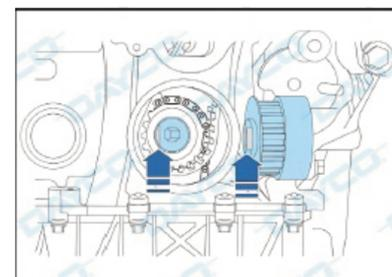

Fig. 1.11
- Monte el piñón y el buje del eje del motor posicionando la chaveta del buje en la parte plana del eje (Fig. 1.11).